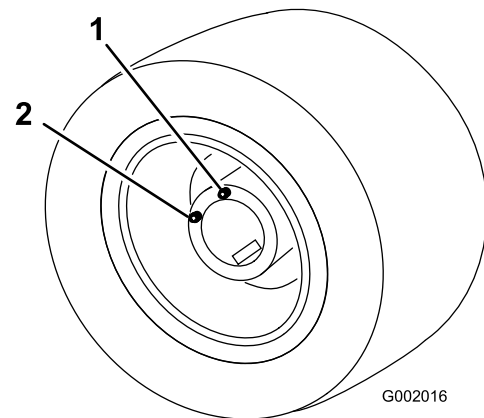

Bild 63
5. Bewegen Sie das Fahrzeug langsam, bis das Rad für das Auffüllen positioniert ist (siehe Bild 63).